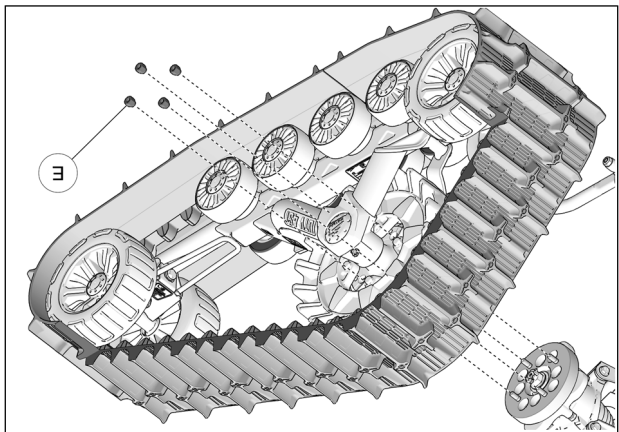

Fig. 10
10. Fixer le système de traction au moyeu de roue arrière. Utiliser les écrous de roue (E) fournis. Fig. 10